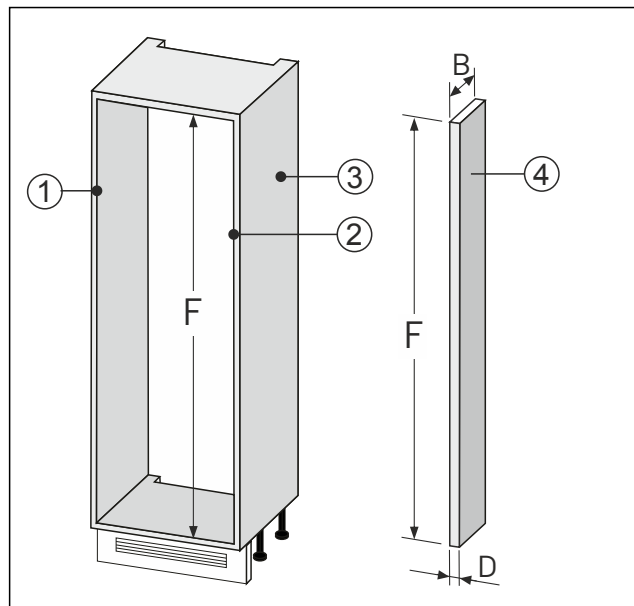

Fig. 89
- Zhotovte stěnové vyrovnání Fig. 89 (4) podle výše uvedených rozměrů.